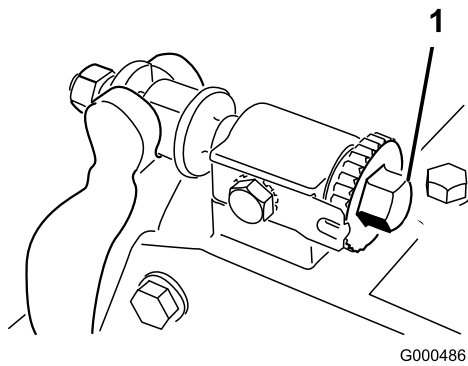
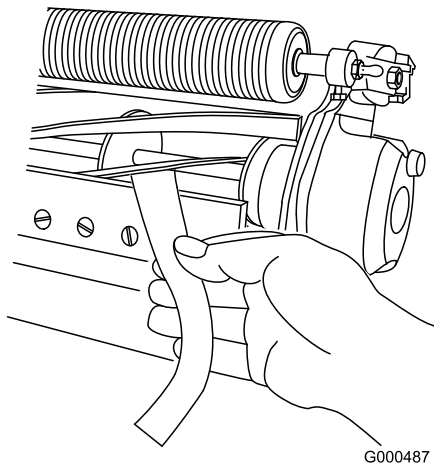

図 50
図 51
2. ベッドバー調整ネジ (図 50) を左に回して、リールと下刃の接触を完全になくす。
4. リール前面の左右いずれかの端を選び、リールと下刃の間に長く切った新聞紙片を差し入れる (図 51)。リールをゆっくり前回転させながら下刃調整ネジを締める (図 50 (新聞紙を入れた側の調整ネジを、1 目盛りずつゆっくりと))。下刃と平行に新聞紙を差し入れた時 (リールの前から新聞紙が入ってくる時) にリールと下刃にかかるく挟まれる (手で引き抜ける程度) ように調整する。
6. 両側の調整ができれば最終確認を行う：紙片をリールの前から差し込んだ時にははさむだけ、下から差し込むと切れるのが正しい調整である (図 51)。リールと下刃のごくわずかの接触で紙が切れなければいけない。接触を強くしないと切れない場合には、バックラップか研磨が必要 (Toro 研磨マニュアルを参照。)